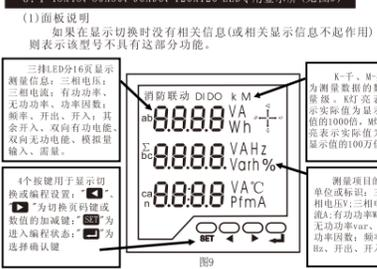

图9
6.1 48X48、80X80、96X96、120X120 LED专用显示屏 (见图9)